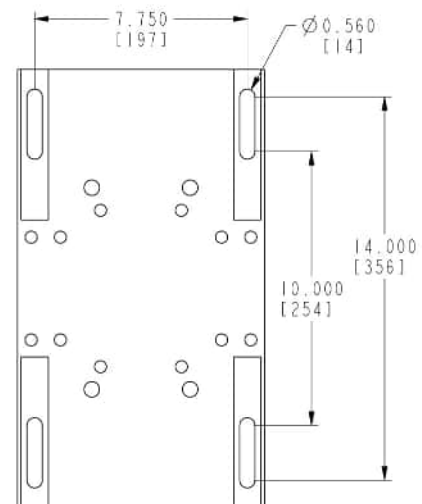

Figura 10 - Orificios de montaje del MRGH
2. Localizar los 4 orificios de montaje como se muestra en la Figura 10.